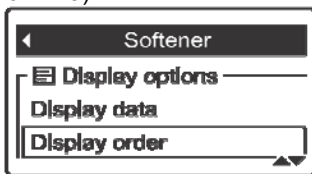

РИС. 115
2. Нажать кнопку ВЫБОР (O) на пульте дистанционного управления для отображения меню устройства.
3. Нажать кнопку ВНИЗ (▼) и прокрутить опции меню до подсветки надписи в рамке **Отобразить порядок** (См. Рисунок 115).
8. Когда элемент находится в списке там, где нужно, нажать кнопку ВЫБРАТЬ (O). Стрелочки рядом с элементом исчезнут.
9. Чтобы перейти к другому элементу, вернуться к Шагу 5. После окончания перемещения элементов, нажать кнопку ВЛЕВО (◀). Дисплей вернется обратно в меню устройства (Рисунок 115).